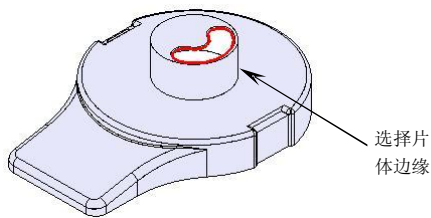
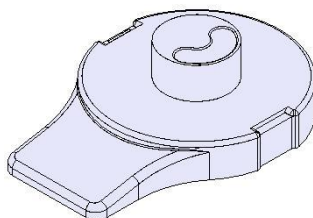

图7-34
图7-35
3. 使用【有界平面】功能，选择如图 7-34 所示的片体边缘创建有界平面，结果如图 7-35 所示。